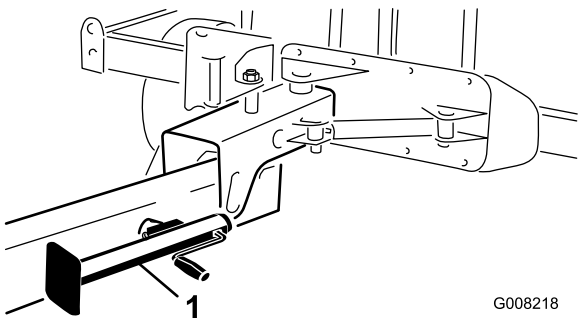

Figura 19
4. Levante o apoio e fixe-o na posição de armazenamento (Figura 19).